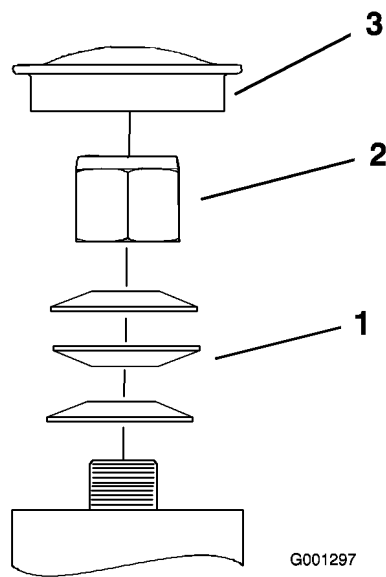

Figura 43
3. Retire el tapón anti-polvo de la rueda giratoria y apriete la contratuerca (Figura 43).
4. Apriete la contratuerca hasta que las arandelas de muelle estén planas, luego afloje 1/4 de vuelta para establecer la pre-carga correcta de los cojinetes (Figura 43).
Importante: Asegúrese de que las arandelas de muelle están correctamente instaladas, según muestra Figura 43.
5. Coloque el tapón anti-polvo (Figura 43).